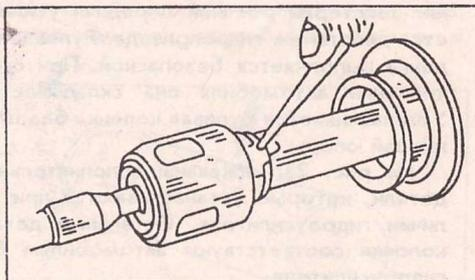

Рис. 236.
- Зачеканить оправкой корпус карданного шарнира в месте, показанном на рис. 236 для предотвращения его отворачивания.